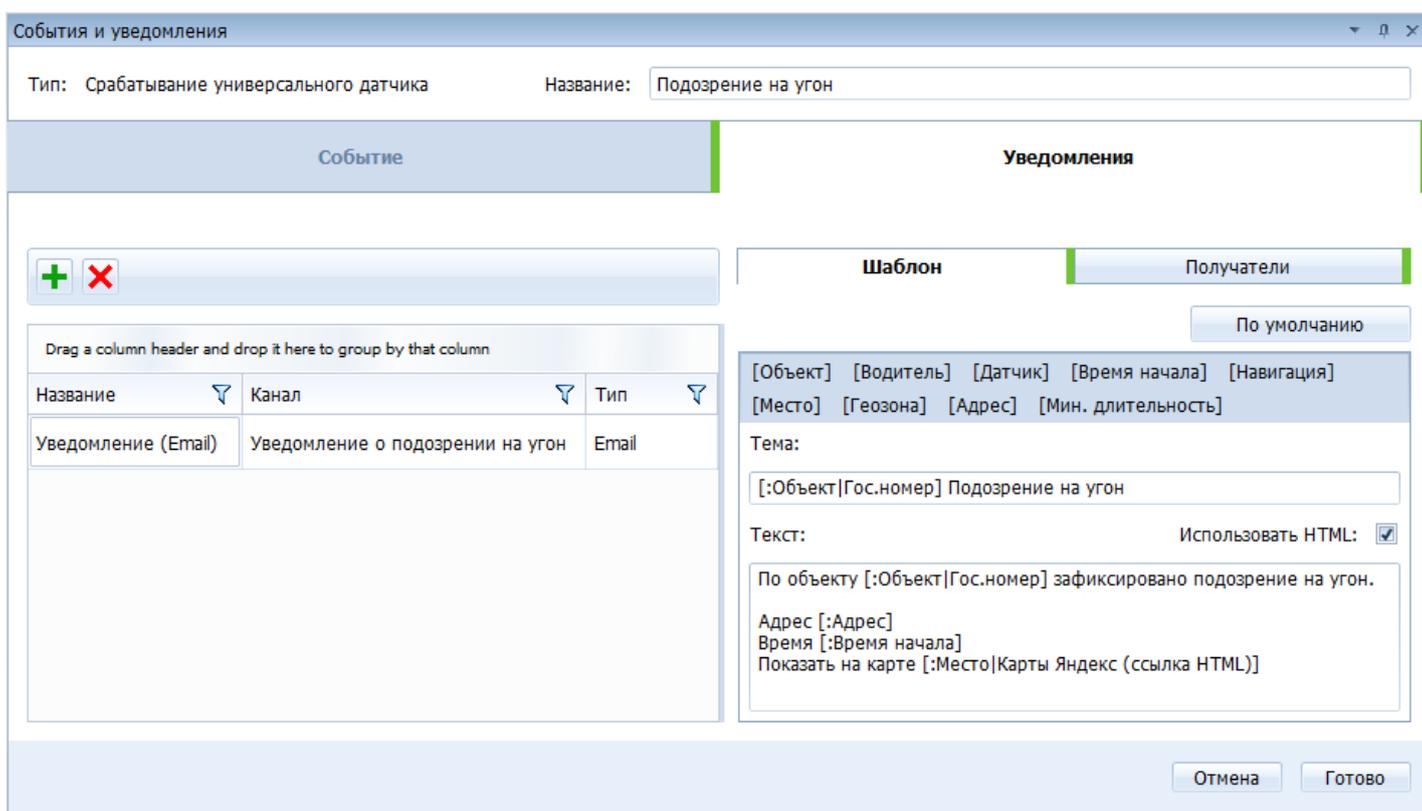

Рисунок 8 – Шаблон уведомления о запуске двигателя
- на вкладке «Шаблон», добавить канал оповещений, а также сформировать текст уведомления (**Рисунок 8**);